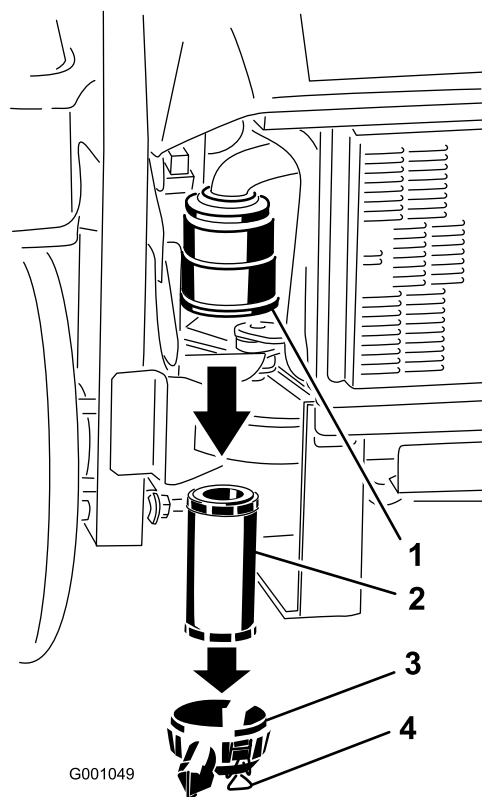

Figure 32
3. Ouvrez les dispositifs de verrouillage du filtre et ôtez le couvercle du corps du filtre (Figure 32).
5. Sortez l'élément filtrant du corps du filtre avec précaution (Figure 32). Évitez de cogner l'élément à l'intérieur du corps.